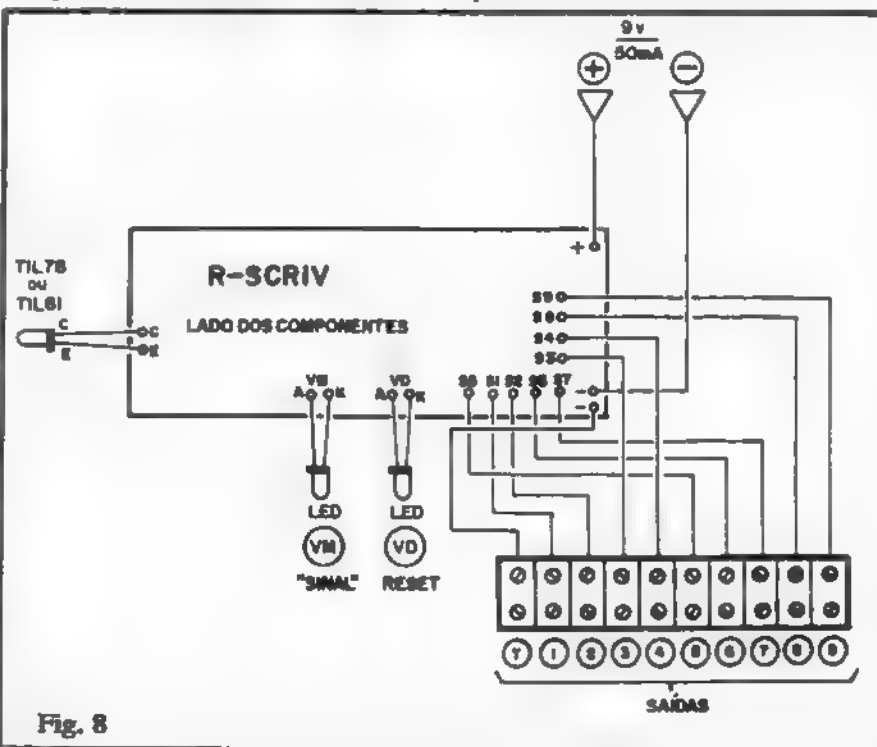
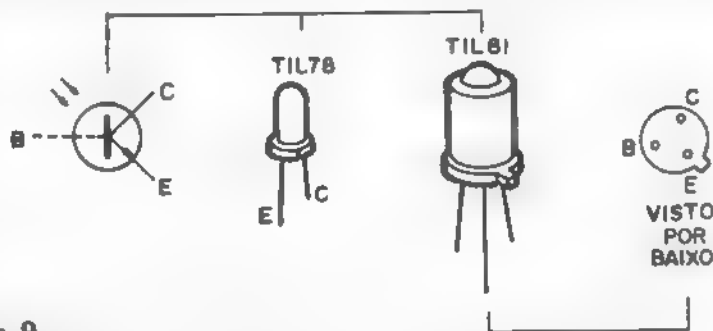

Fig. 8
Fig. 9
As ligações externas à placa do R-SCRIV estão na fig. 8, e os **mesmos** cuidados devem ser tomados: observar a polaridade dos fios da alimentação, posição relativa dos terminais do foto-transistor (TIL78 ou TIL81 - ver fig. 9) e dos LEDs, bem como a codificação e numeração atribuída aos terminais da barra de conectores de saída. Notar que, na placa, existem **dois** pontos para ligação marcados com (-). Um deles é simplesmente usado para conexão do fio que vai ao **negativo** da alimentação, como parece óbvio. O outro refere-se ao terminal de "terra" (T) da linha de Saídas, devendo ser usado para "casar" o ponto comum de tensão negativa com os eventuais **drivers** aos quais as Saídas vão ser acopladas. Embora o foto-transistor e os LEDs sejam vistos, na figura, "grudados" à placa, nada impede que - dependendo da instalação e adaptação pretendidas - tais componentes sejam posicionados relativamente **longe** do Circuito Impresso, interligados a ele por fios finos, no necessário comprimento...
Quanto ao foto-transistor, embora os dois códigos indicados na LISTA DE PEÇAS sejam eletricamente equivalentes, apresentam alguma diferença, fato que a fig. 9 detalha... O TIL78 é um foto-transistor sem terminal de base (que, de qualquer forma, **não** é utilizado nas ligações do R-SCRIV...), apresentando encapsulamento em tudo semelhante ao de um LED de 3 mm, redondo. O terminal mais curto (saindo do lado da peça que apresenta um pequeno chanfro) é o **coletor** (C). Já o TIL81 apresenta corpo metálico, contendo uma pequena "janela" com micro-lente incorporada, no seu topo. Ele tem terminal de base (B), **não usado**, no caso. A identificação dos seus terminais é feita pelo referenciamento com a pequena "orelhinha" metálica existente na base do "corpo" do componente.